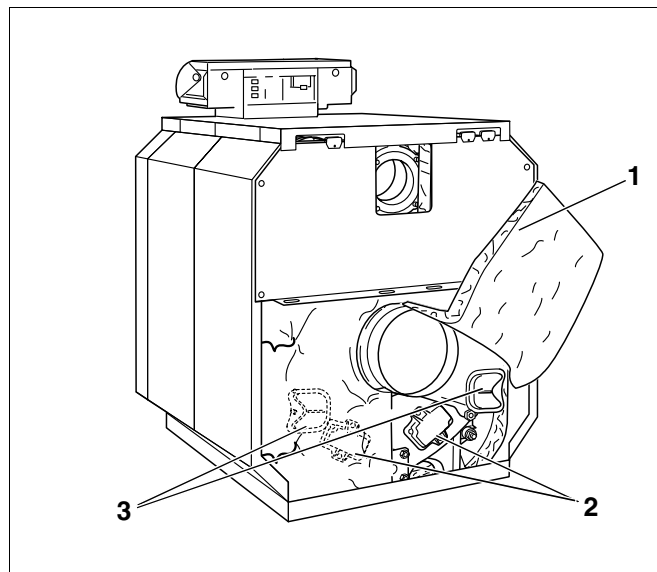

Рис. 75 Демонтаж крышек люков для чистки
- Снять пружины под патрубком дымовых газов, оба конца теплоизоляции загнуть вверх и закрепить пружинами (рис. 75, поз. 1).
- Снять крышки люков для чистки с задней секции (рис. 75, поз. 2) и с коллектора дымовых газов (рис. 75, поз. 3).